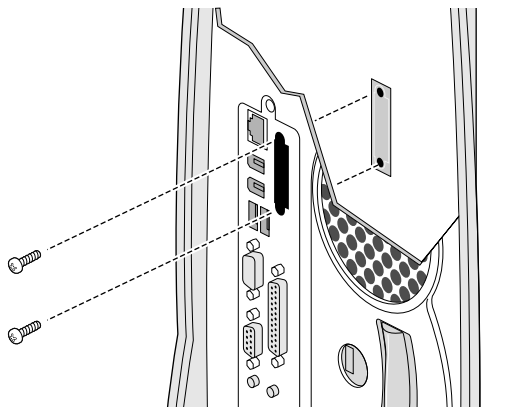

図 5-10 モニタオプションスロット用カバープレートの取り付け
6. カードを取り付けない場合は、カバープレートを再び取り付けます（図 5-10）。